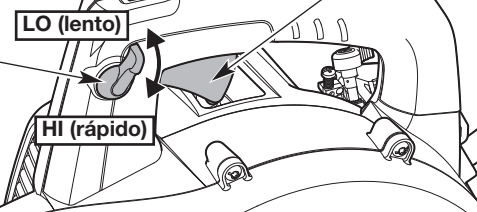

Fig. 3
NOTA: No es necesario encender la unidad. El interruptor de encendido/apagado está en la posición **Encendido (I)** en todo momento (Fig. 3).
4. Mueva el control de crucero a la posición **LO (lento)** (Fig. 3).
NOTA: Mantenga el control de crucero en posición **LO (lento)** y **NO** presione el control del acelerador hasta el paso 9 (Fig. 3).
8. **NO** apriete el control del acelerador. Ponga el motor en una marcha lenta durante 5 a 10 segundos. Si la unidad se detiene durante ese período, oprima y mantenga oprimido el control del acelerador o mueva el control de crucero a la posición **HI (rápido)** (Fig. 3) y tire de la cuerda de arranque con un movimiento controlado y firme hasta que la unidad se ponga en marcha.
9. Apriete y mantenga oprimido el control del acelerador o mueva el control de crucero a la posición **HI (rápido)** (Fig. 3). Deje que el motor se caliente durante 30 a 60 segundos.
2. Oprima y mantenga apretado el interruptor de encendido/apagado en la posición **Apagado (O)** hasta que el motor se pare por completo (Fig. 3).
- Use el control de velocidad para facilitar la operación continua (Fig. 3).